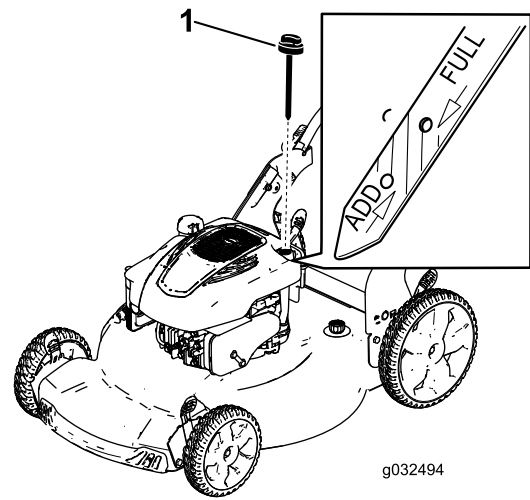

Figura 23
3. Retire la varilla (Figura 23).
10. Observe el nivel de aceite en la varilla (Figura 23).